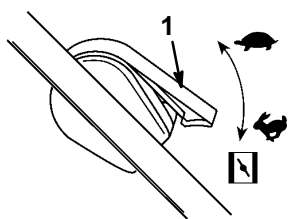

Figure 8
1. Régler la manette des gaz sur  (Fig. 8).